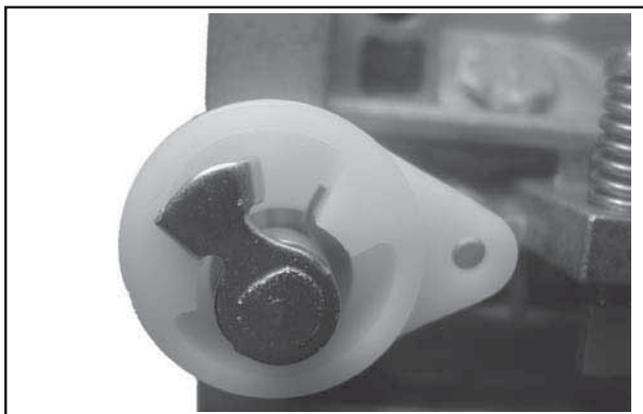

Figure 5-33. Détails de la vanne d'air.
4. Remarquer la position des supports à ressort et la plaque de la vanne d'air pour bien les remonter par la suite. Voir la Figure 5-33. Enlever les deux vis fixant la plaque de la vanne d'air au petit arbre de la vanne d'air. Retirer le petit arbre du carter du carburateur et éliminer les parties enlevées.
10. Insérer le ressort et le petit arbre de la vanne d'air dans le carburateur. Tourner (précharger) le petit arbre et mettre le support interne du ressort contre l'arrêt formé dans le levier de la vanne d'air selon le montage original. Voir la Figure 5-33. Le support opposé du ressort doit encore se trouver entre les « arrêts » formés du petit arbre de la vanne d'air.